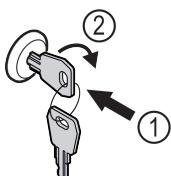

Fig. 160 Primjer izgleda
- Uvucite ključ Fig. 160 (1).
- Okrenite ključ za 90° nadesno Fig. 160 (2).